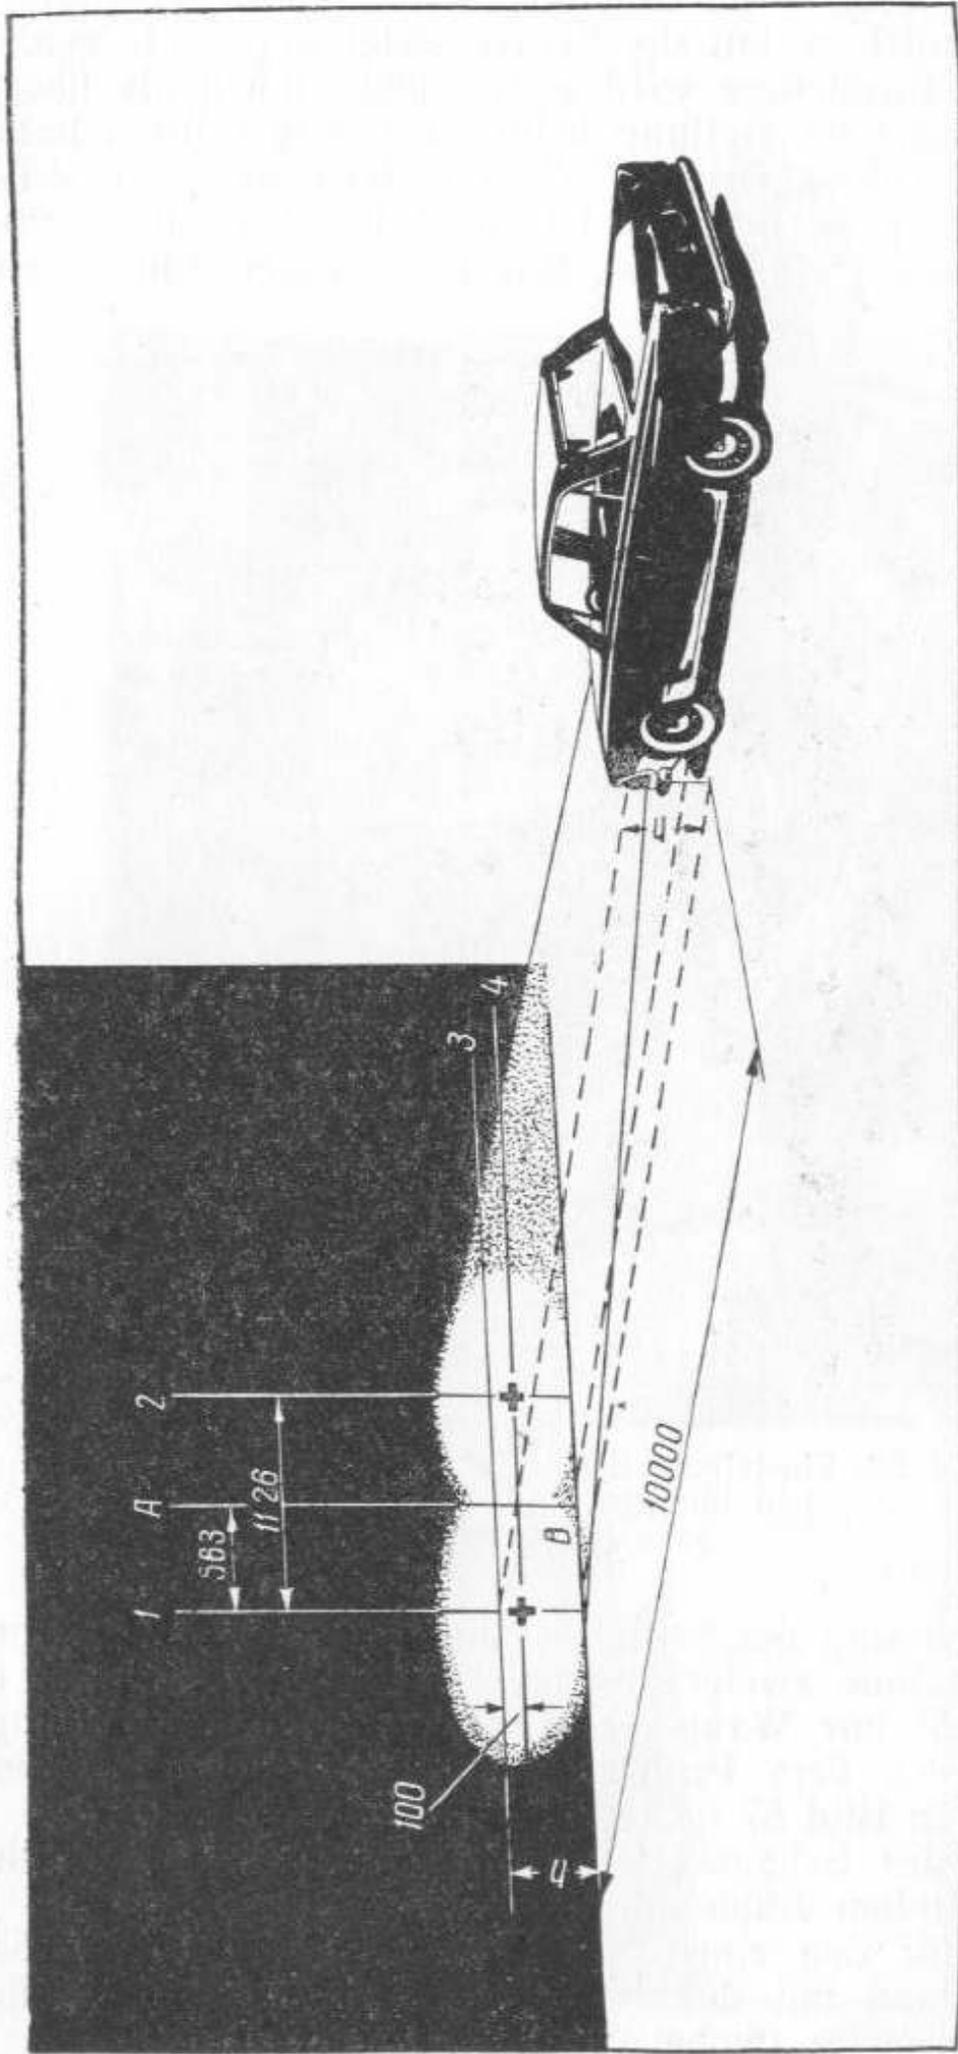

Bild 57. Einrichten des Prüfschirmes und Aufstellung des Kraftwagens bei der Regulierung der Lichtbündelrichtung für Scheinwerfer von Typ $\Phi\Gamma 122$
Falls das Fahrzeug mit Scheinwerfern vom Typ $\Phi\Gamma-122$ bestückt ist, wird der Prüfschirm laut Bild 57 vorgezeichnet. Dabei trägt man die Linie 3 (die Scheinwerfermittenlinie) in der Höhe n auf, die dem Abstand der Scheinwerfermitten von der Standfläche entspricht. Der Abstand h wird bei unbelastetem Fahrzeug gemessen.
3. Fernlicht einschalten und nach Abdecken des einen Scheinwerfers mit einem Stück dunklen Stoffes; die Stellung des optischen Einsatzes im anderen Scheinwerfer mit Hilfe der beiden Einstellschrauben 1 (Bild 58) regulieren. Dabei muß das Lichtstrahlenbündel des einzustellenden Scheinwerfers auf der Prüftafel einen ovalen Lichtfleck geben, der den Schnittpunkt der Linien 1 (oder 2) (s. Bild 57) mit der Linie 4 zum Mittelpunkt hat.
ist die Verzeichnung des Schirmes ähnlich der in Bild 57 gezeigten, mit Ausnahme zweier zusätzlicher Linien, die unter einem Winkel von 15° zur Waagerechten verlaufen. Die Stellung des Kraftwagens vor dem Prüfschirm unterscheidet sich ebenfalls nicht von der in Bild 57 gezeigten.